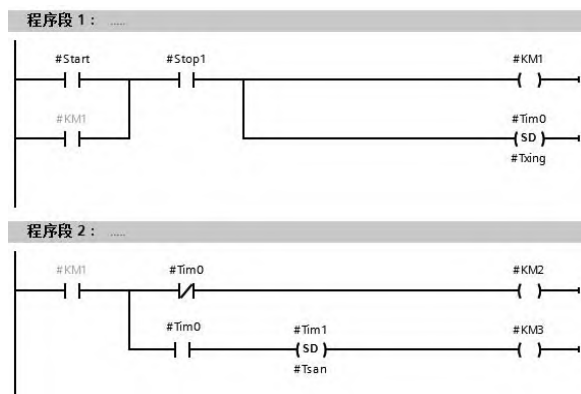

图 5-28 FB1 中的程序
③ 在 FB1 的程序编辑区编写程序，如图 5-28 所示。